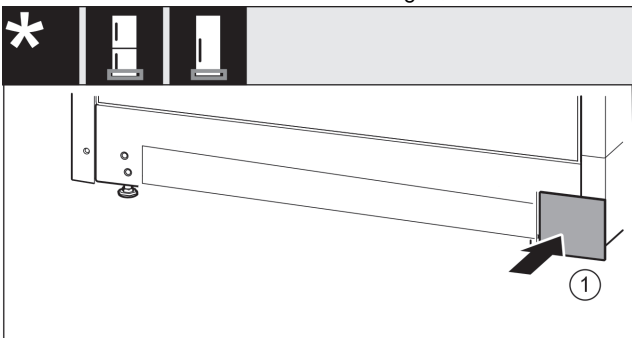

Fig. 37
- Abdeckung auf der anderen Seite wieder aufsetzen. Fig. 37 (1)